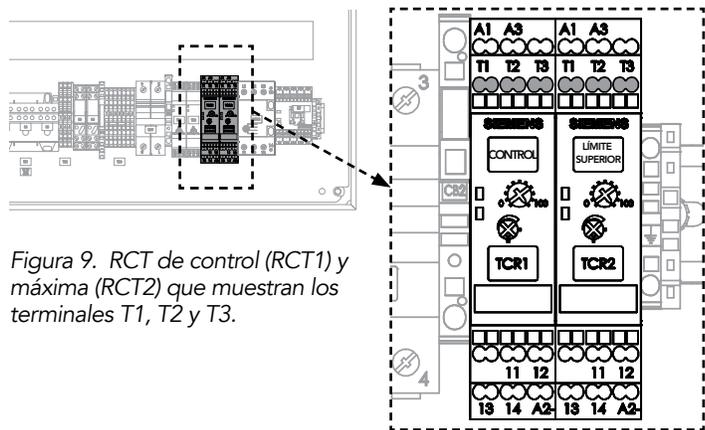

Figura 9. RCT de control (RCT1) y máxima (RCT2) que muestran los terminales T1, T2 y T3.
2. Medir con el óhmetro la resistencia entre los terminales **T1** y **T2** del RCT. Consulte la Figura 9.